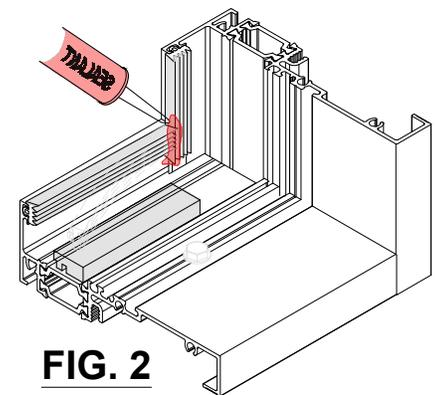

FIG. 2
- a. Placer une cale d'assise dans chaque coin, à une distance minimum de 6 po [150 mm] du coin ou à 1/8 points selon la distance la plus élevée des deux. NE PAS BLOQUER LES TROUS D'ÉGOUTTEMENT. Voir FIG 2.